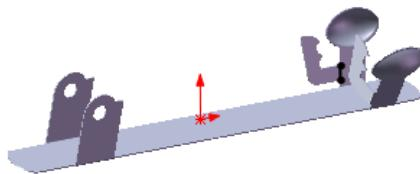
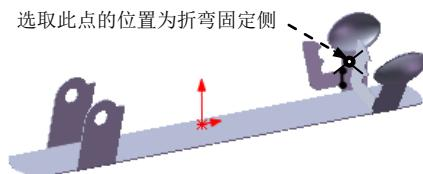

图 15.4.45 绘制的折弯线
图 15.4.46 固定侧的位置
② 定义折弯线草图。在草图环境中绘制图 15.4.45 所示的折弯线。
③ 选择下拉菜单 **插入(I)** → **草图绘制** 命令，退出草图环境，此时系统弹出“绘制的折弯”对话框。
(3) 定义折弯固定侧。在图 15.4.46 所示的位置处单击，确定折弯固定侧。
(4) 定义钣金参数属性。在 **折弯参数(P)** 区域的 **文本框** 中输入折弯角度值 75.0，在 **折弯位置:** 区域中单击“折弯在外”按钮 。
(5) 单击  按钮，完成绘制的折弯 2 的创建。